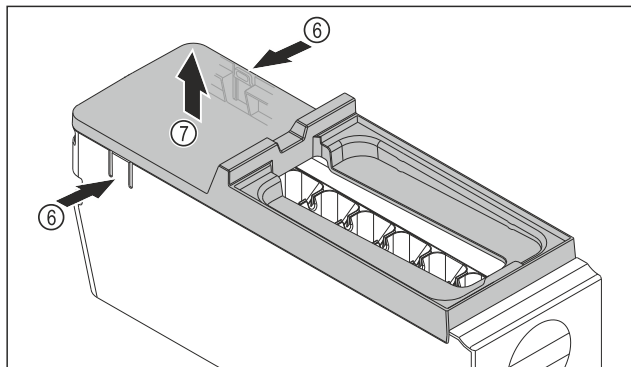

Fig. 155
- ▶ Retirer le couvercle du corps de l'EasyTwist-Ice : D'une main, pousser les languettes Fig. 155 (6) des deux côtés du corps de l'EasyTwist-Ice.
- ▶ De l'autre main, retirer le couvercle Fig. 155 (7) vers le haut.